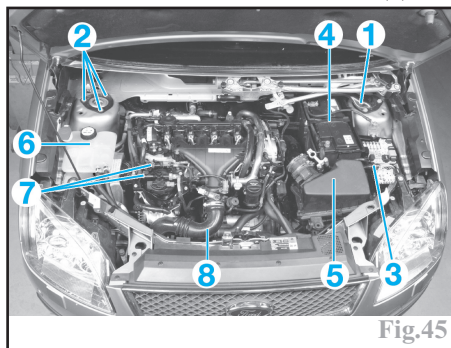

Fig.45
- le renfort gauche de suspension (1) (Fig.45) puis remettre les écrous sans les serrer (desserrer de 3 tours).
- Desserrer les fixation supérieur d'amortisseur (2) de 3 tours.
- la batterie et son support (4).
- le filtre à air (5).
- le vase d'expansion (6).
- la canalisation de retour et d'alimentation de carburant (7).
- le tuyau d'admission d'air (8).
- le connecteur du faisceau moteur (3).